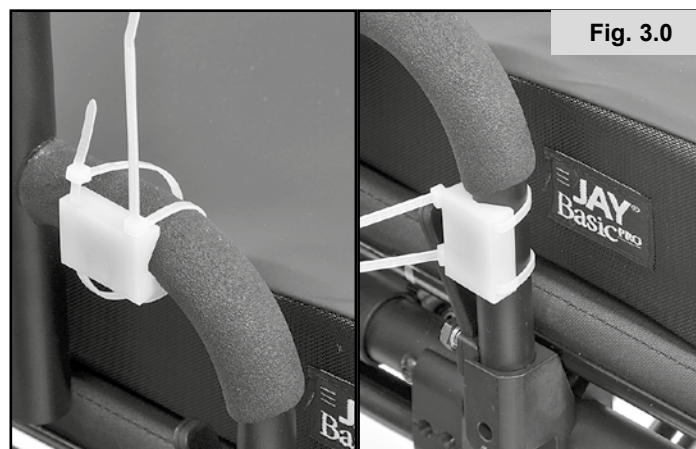

Fig. 3.0
3. A base de instalação da Caixa do Interruptor fornecida (apresentada a branco para maior visibilidade) pode ser utilizada para prender a caixa do interruptor a uma barra vertical ou horizontal com diâmetro de 19 mm a 28 mm, com a fita adesiva de dupla e as braçadeiras fornecidas, (Fig. 3.0 - 4.0).